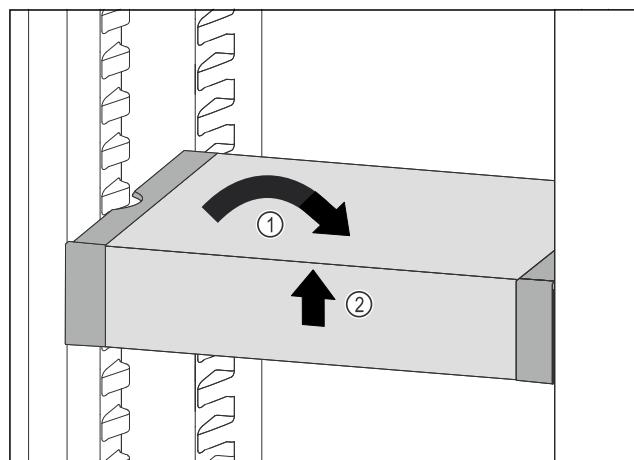

Fig. 60
- Установите VarioSafe прямо. Fig. 60 (1)
- Приподнимите VarioSafe спереди. Fig. 60 (2)